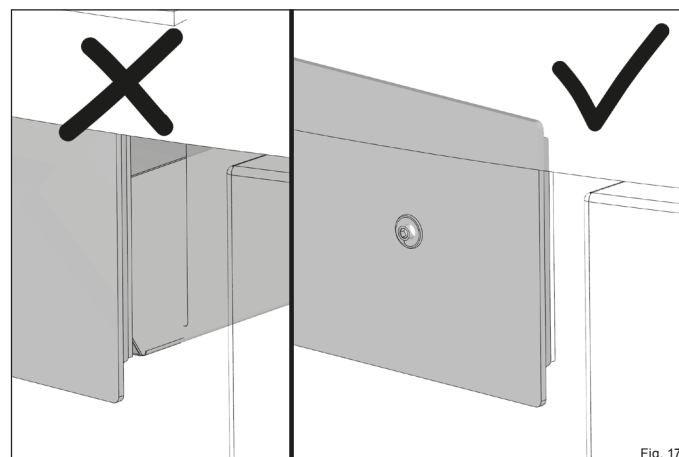

Fig. 17
- ✓ **Faites glisser le bac à cendres dans l'ouverture de manière à ce qu'il soit hermétiquement fermé (Fig. 17).**